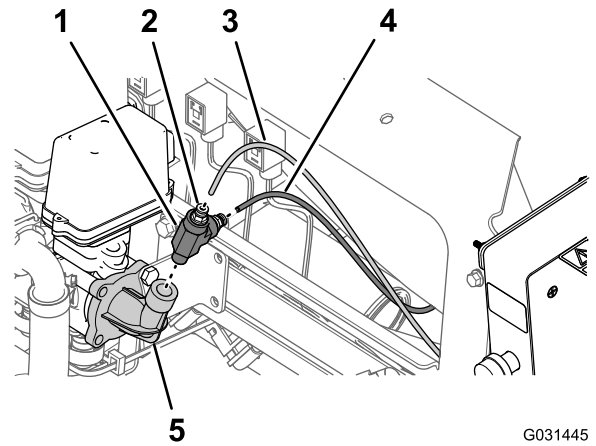

图 17
- 在软管卷压力控制阀右侧的 90 度弯头处按压管子连接器的锁环取出软管卷压力计的压力传感管图 17。
- 按压管子连接器的锁环取出机器仪表板压力计的压力传感管图 17。
- 取出压力控制阀 90 度弯头的 T 形接头图 17。